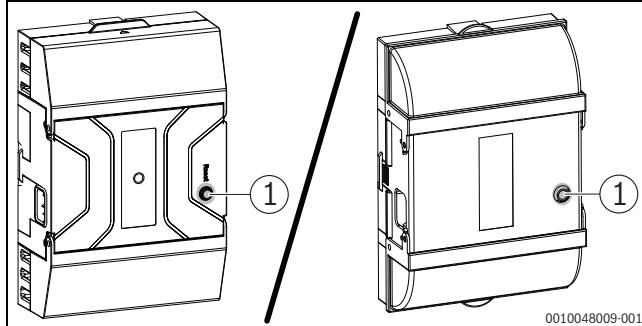

Bild 84 Störungen am Feuerungskomponente zurücksetzen
- ▶ Taste „Entstören“ am Feuerungskomponente mindestens 5 sec drücken ( $\rightarrow$  Bild 84).